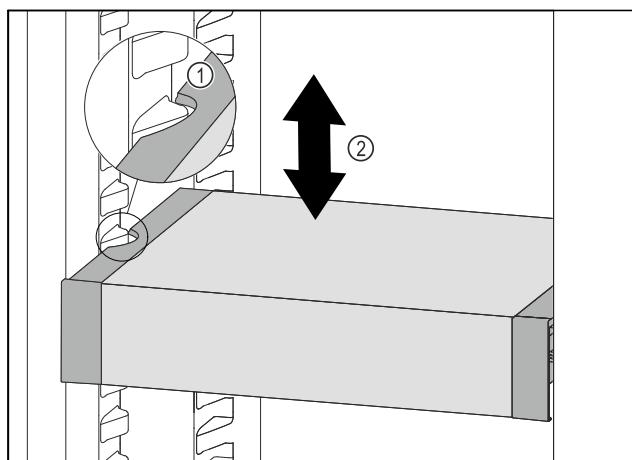

Fig. 96
- Predal VarioSafe povlecite v smeri naprej, dokler nista stranska izreza predala VarioSafe na višini nastavka za posodo v hladilniku. Fig. 96 (1)
- Predal VarioSafe premikajte v hladilniku gor ali dol, dokler ne dosežete želeno višino. Fig. 96 (2)